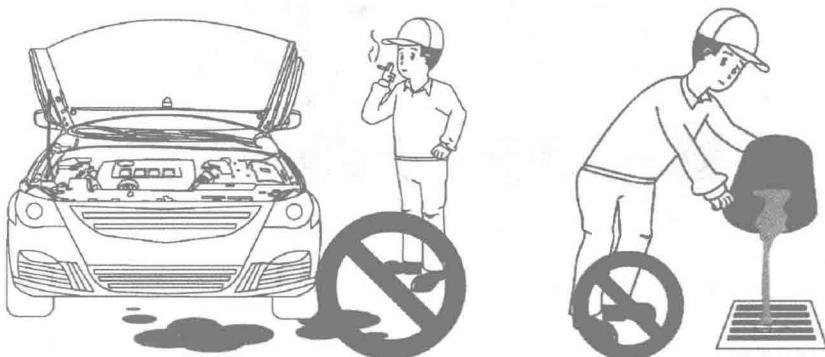

图 1-3 禁止随地倒流废弃液
- (1) 维修车间和场地必须充分通风。
- (2) 修理汽油箱前，应用专用溶液或水清除油箱内的残余油气。但在清洗时不得吸烟，不得在旁边烘烤零件或点燃喷灯，如图 1-3 所示。
- (3) 应尽量避免用嘴吹、吸汽油管和燃料系孔道。
- (4) 存放汽油的地方和油桶应标明“易燃”字样。
- (5) 废油应倒入指定废油桶收集，不得随地倒流或倒入排水沟内，以防止废油污染，如图 1-3 所示。